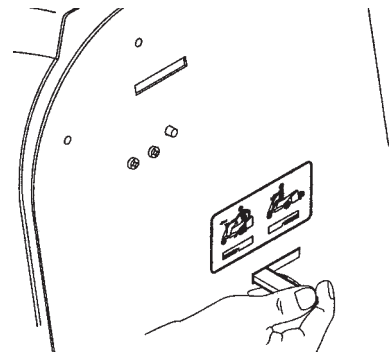

Bild 12
3. Drücken Sie die Antriebsstange hinein und schieben Sie sie nach links, um sie zu arretieren (Bild 12). Dadurch wird der Antrieb ausgekuppelt, und die Räder befinden sich im Freilauf.
2. Schieben Sie die Antriebsstange nach rechts und ziehen Sie sie heraus (Bild 12). Dadurch wird der Antrieb eingekuppelt.